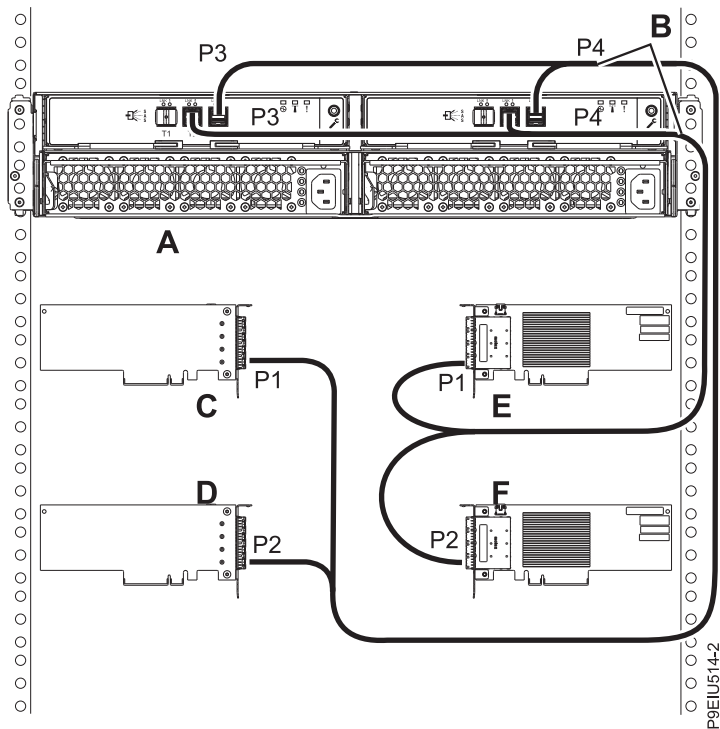

Figure 19. Connexion de mode 4 d'une armoire de stockage ESLL ou ESLS avec des câbles X12 à quatre adaptateurs SAS FC EJ0J ou FC EJ0M indépendants
19. Réalisez une connexion de mode 4 d'un boîtier (A) avec des câbles X12 (B) à quatre adaptateurs SAS FC EJ0J ou FC EJ0M indépendants comme illustré dans la figure 19, à la page 21. Passez ensuite à l'étape «Connexion des câbles et des cordons d'alimentation et installation des capots», à la page 22.